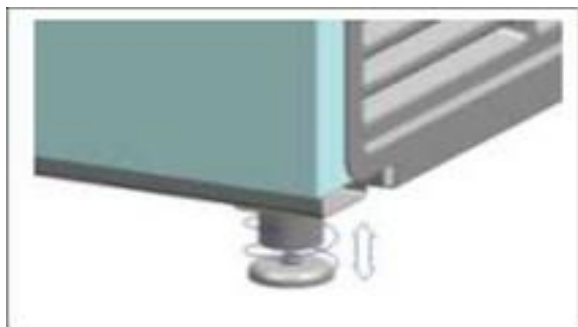

Fig. 7
- Efectuați alinierea orizontală a dulapului frigorific pe laterale și terminați folosind un nivel al apei. Dacă este necesar, alinierea corectă a înălțimii pe mână la picioare nivelatoare (vezi fig. 7):